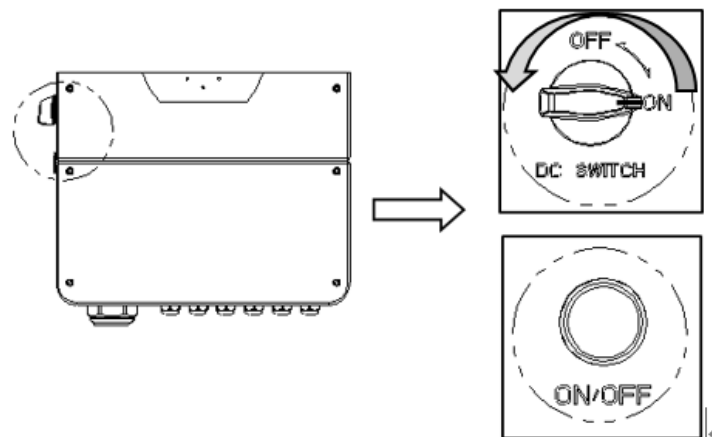

Abbildung 4.2.5
Schritt 6: Stellen Sie den DC-Schalter des Wechselrichters auf „OFF“ und drücken Sie den Ein-/Aus-Schalter, um das System auszuschalten (Abbildung 4.2.5).